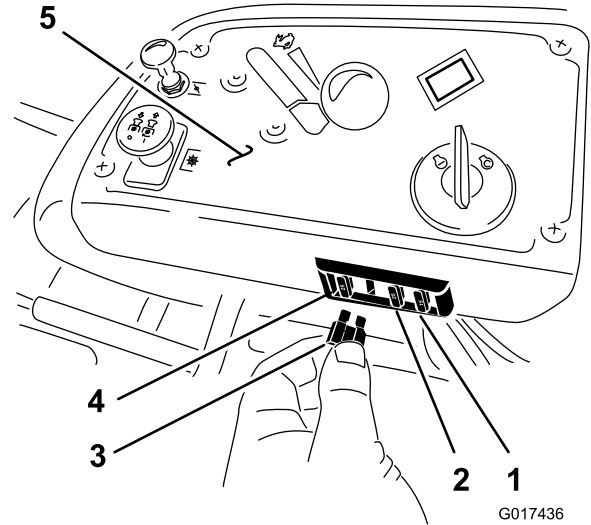

Figura 53
3. Instale un fusible nuevo (Figura 53).
1. Los fusibles están situados en la consola de la derecha, junto al asiento (Figura 53).